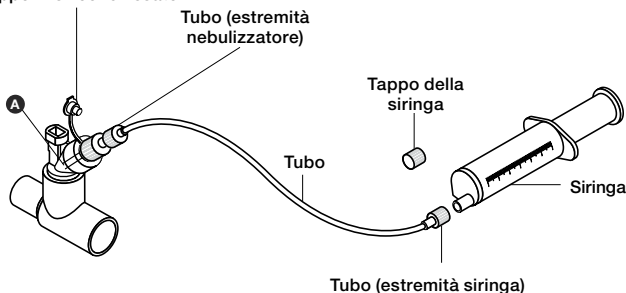

Figura 7. Set di tubi per nebulizzazione continua
7. Inserire la siringa riempita di farmaco nella pompa per infusione della siringa (la pompa non è illustrata nella Figura 7).